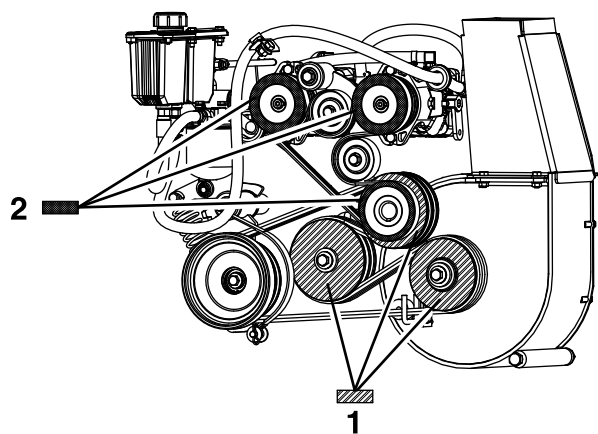

Figura 64
8. Misurando dalla puleggia del soffiatore come linea base, spostate il motore e il contralbero in modo che la superficie posteriore delle 3 pulegge sia allineata tra 0,8 e 1,6 mm (Figura 64).
4. Utilizzando un regolo, allineate ciascuna puleggia della pompa con la puleggia del motore, facendola scorrere lungo l'albero della pompa (Figura 64).